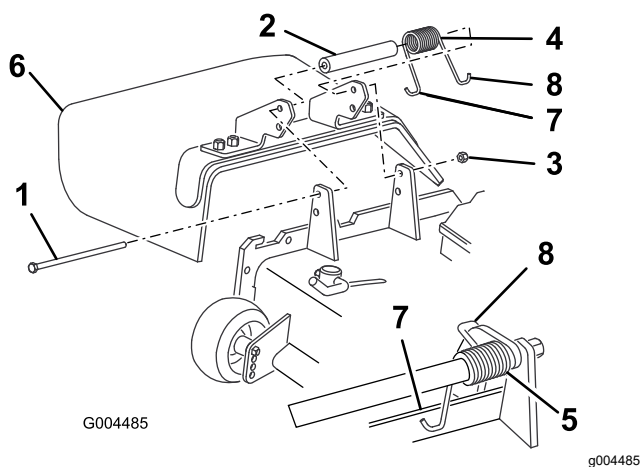

图 27
2. 卸下将折流板固定到枢轴支架的锁紧螺母、螺栓、弹簧和隔片图 27。拆下损坏或磨损的草折流板。
- 将隔片和弹簧放在更换草折流板支架中间图 27。将弹簧左侧 J 型吊钩端放在滚刀组边缘的后面。
**注意** 确保弹簧的左侧吊钩端安装在滚刀组边缘的后面然后按图 27 所示安装螺栓。
- 安装螺栓和螺母。将弹簧右侧吊钩端放在草折流板旁边图 27。